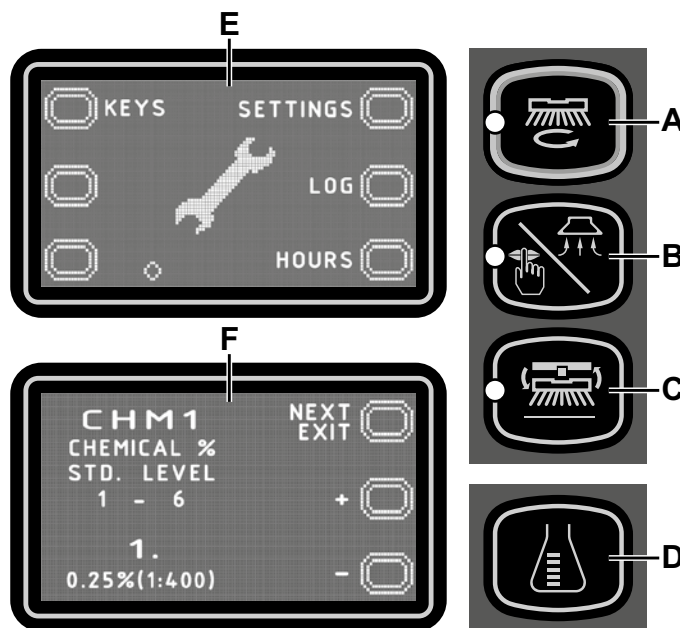

Figure 7
Écran principal (E, Fig. 7)
Écran paramètres de la machine (F, Fig. 7)
Pour revenir à l'écran principal (E, Fig. 7) appuyer plusieurs fois sur le bouton (A).
Pour revenir à l'écran principal (E, Fig. 7) appuyer sur le bouton (A).
Pour revenir à l'écran principal (E, Fig. 7) appuyer sur le bouton (D).